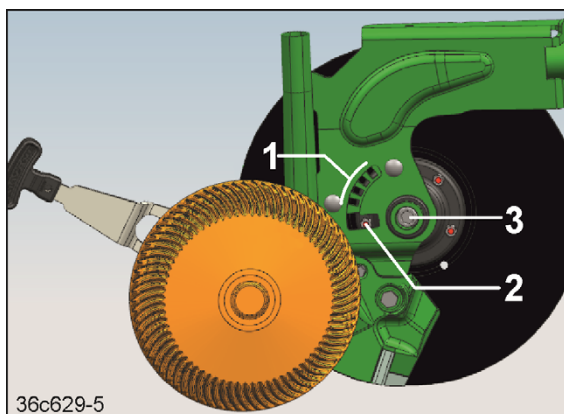

Fig. 179
1. La festet til spaken gå bort over hullgruppen (Fig. 179/1) og i lås i langhullet (Fig. 179/2).
2. Forskyv dybdeføringsskiven/-hjulet så langt i langhullet (Fig. 179/2), til dybdeføringsskiven/-hjulet kommer fri fra låsen (Fig. 179/3).
1. Sett dybdeføringsskiven/-hjulet på låsen (Fig. 179/3). Derved griper festet inn i langhullet (Fig. 179/2) til labben.
2. Forskyv dybdeføringsskiven/-hjulet så langt i langhullet (Fig. 179/2), til dybdeføringsskiven/-hjulet går i inngrep i låsen. Et lett slag midt på skiven gjør det enklere å få den til å gå i inngrep.
3. Bruk spaken til å trekke festet ut av langhullet og sett det i det nødvendige hullet (Fig. 179/1).